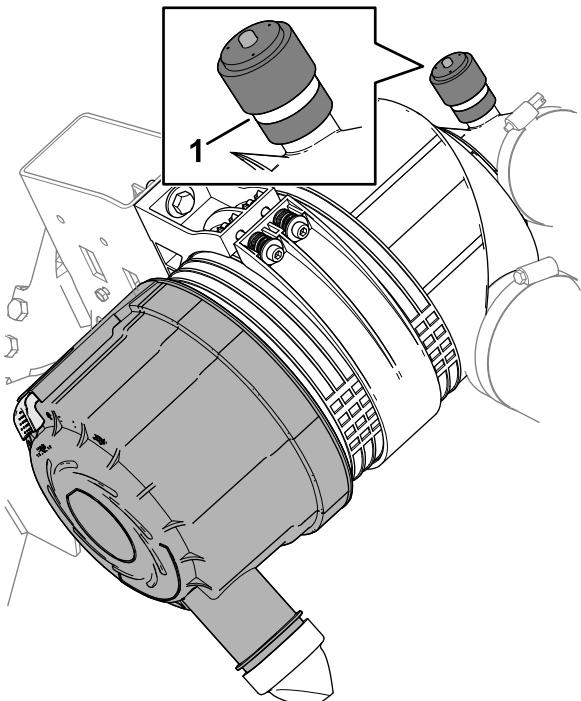

Figura 106
3. Compruebe el indicador de mantenimiento en el extremo de la carcasa del filtro de aire (Figura 106).